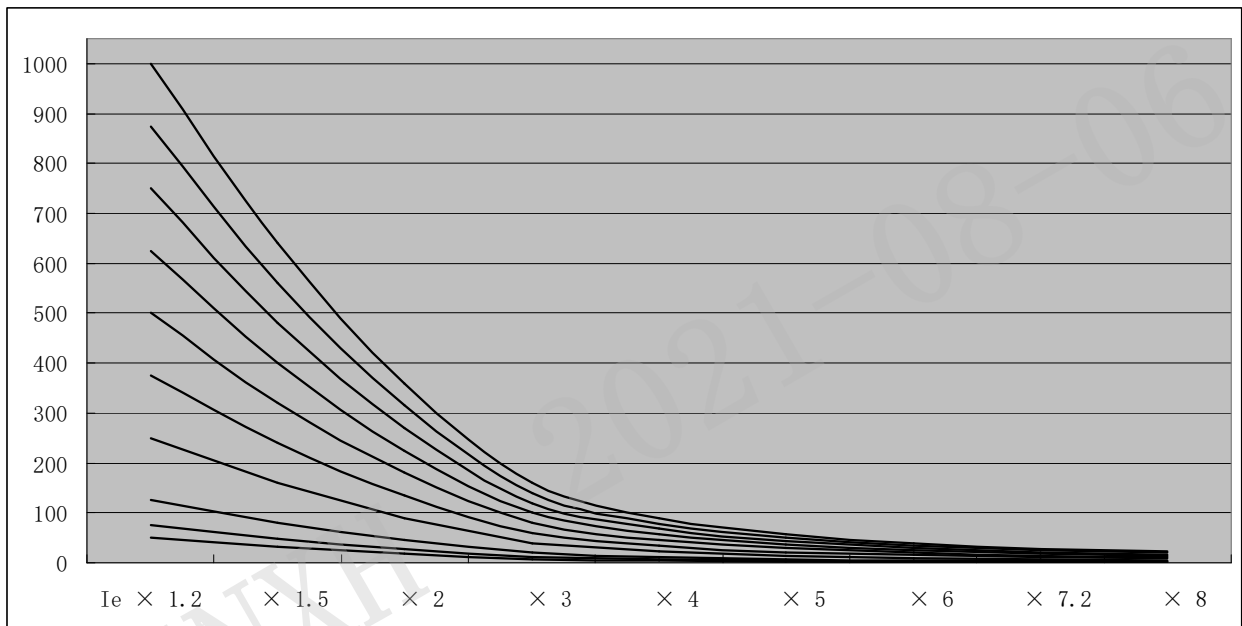

图 23 过载特性曲线图
■ 过载保护电流-时间对照表如表 19 所示, 过载特征曲线图 (K 曲线图) 如图 23 所示。